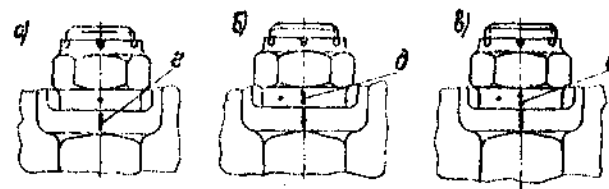

Рис. 37. Нанесение меток при затяжке шатунного болта:
Убедиться, что зазор между опорными поверхностями нижней крышки шатуна и головок болтов, шатуна и гаек шатунных болтов отсутствует. Между ними щуп 0,03 мм не должен закусывать. Против риски *г* на шатуне нанести на цилиндрической поверхности гайки (см. рис. 37 а) метку предварительной затяжки. Метка наносится керном в виде одной точки глубиной и диаметром не более 0,5 мм.
6. Против этой же риски на шатуне сделать на гайке карандашом метку *д* (см. рис. 37 б) и измерить гибкой металлической линейкой расстояние между меткой предварительной затяжки и меткой, поставленной карандашом. Длина дуги должна быть 11—14 мм.
8. Против меток на шатуне на цилиндрической поверхности гаек нанести керном метки окончательной затяжки в виде двух точек *е* глубиной и диаметром не более 0,5 мм (см. рис. 37 в).